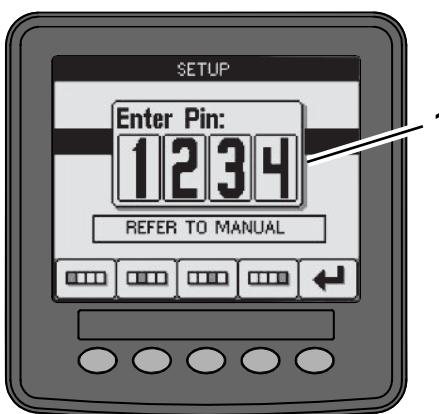

Рисунок 15
1. В режиме настройки нажмите любую кнопку для получения доступа к всплывающей полосе меню в нижней части экрана (Рисунок 15).
3. Введите ПИН-код (Рисунок 15) и нажмите значок ввода .
3. Введите ПИН-код (Рисунок 15) и нажмите значок RETURN (Возврат).